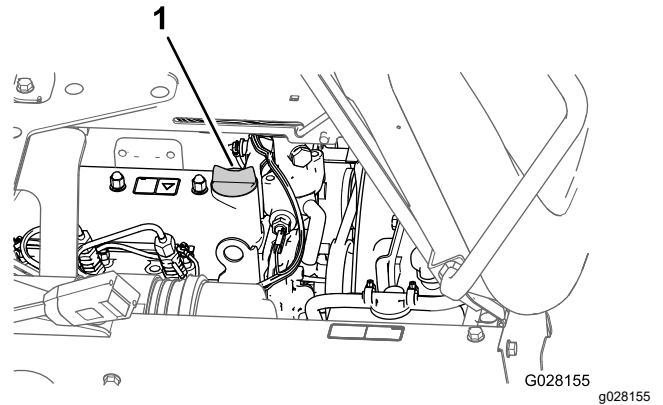

Figure 77
5. Enlevez le bouchon de remplissage d'huile du goulot de remplissage sur le couvre-culasse et versez avec précaution environ 80 % de la quantité d'huile spécifiée dans le goulot de remplissage (Figure 77).
8. Remettez le bouchon de remplissage d'huile dans le goulot de remplissage (Figure 77).